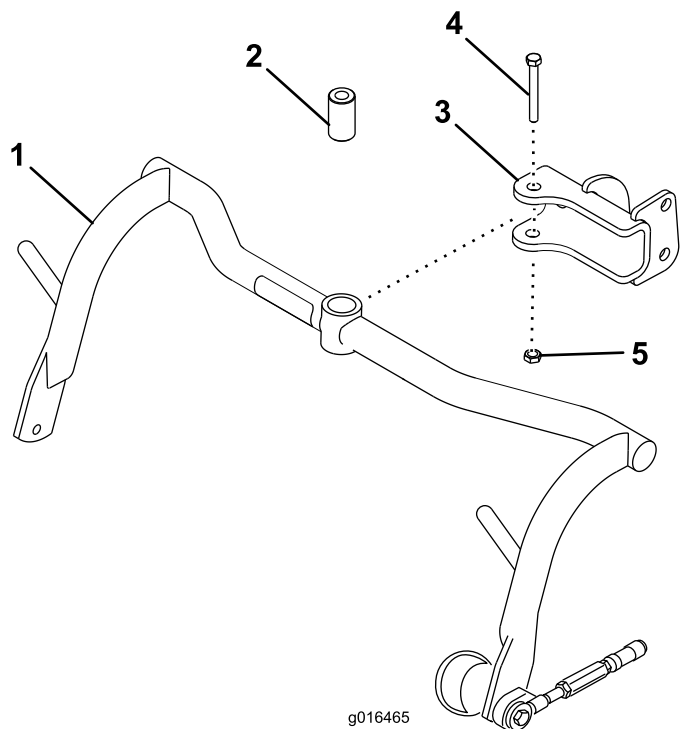

Рисунок 8
1. Закрепите узел несущей рамы в каждой вилке, используя проставку, болт (½ x ¾ дюйма) и контргайку (½ дюйма); см. Рисунок 8. Затяните с моментом от 91 до 113 Н·м.